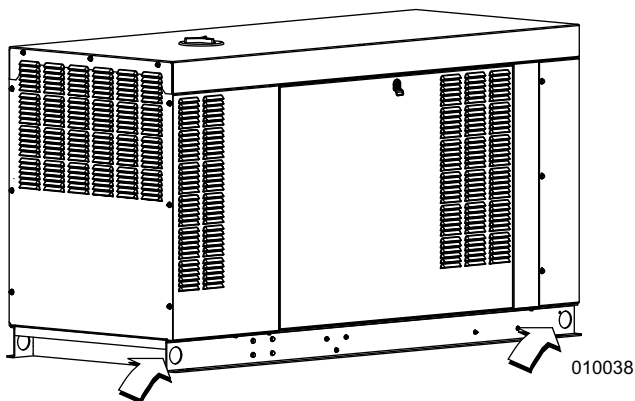

Рис. 2-1. Точки подъема (в четырех местах)
См. **Рис. 2-1**. На монтажных чертежах показаны точки подъема, предназначенные для такелажа и подъема. Прикрепляйте подъемное и такелажное оборудование только к указанным точкам. Не используйте точки подъема двигателя или генератора переменного тока для перемещения генераторной установки.
- См. **Рис. 2-1**. Обеспечьте минимальное пространство для работ с каждой стороны генераторной установки для доступа для ремонта и обслуживания. Разъяснения см. в параграфе 110.26 NEC (National Electrical Code, Национальный электрический стандарт).